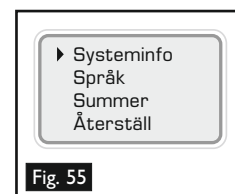

Fig. 55
- För att se på systeminformationen slår du på enheten med strömbrytaren . Tryck på MENY för att ta fram menyn och använd sedan UPP och Ner för att gå till Systeminformation (fig. 55). Tryck på ENTER för att gå till systeminformationsmenyn (fig. 56). Tryck på tangent ESCAPE för att gå tillbaka till HUVUDMENYN.